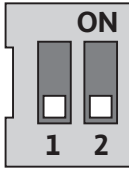

Fig. 31: DIP-bryter
DIP-bryteren (fig. 9, pos. 6/fig. 31) befinner seg under husdekslet.